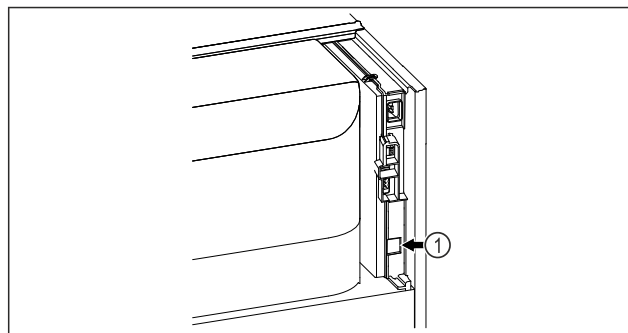

Fig. 47
- SmartModule Fig. 47 (1) naudojamas.